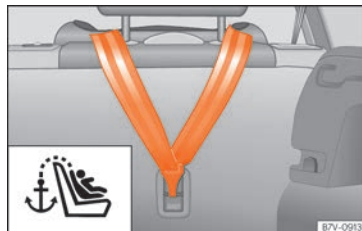

**Fig. 31** Parte posterior de los asientos traseros: argollas de sujeción para el cinturón Top Tether.
- Deslice la correa y fíjela correctamente con el anclaje de la parte posterior del respaldo »» fig. 31.